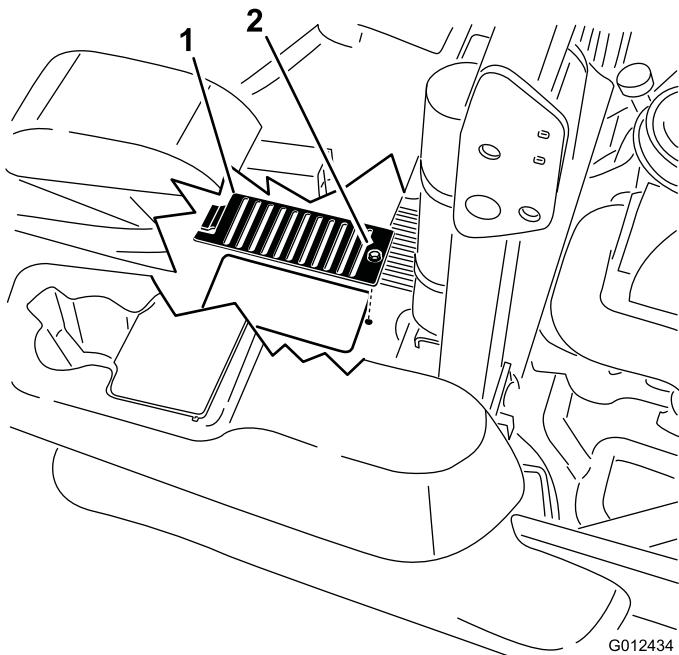

Figura 71
6. Togliete il coperchietto e il relativo bullone sopra ogni asta di livello. Pulite l'area attorno a ogni asta di livello e all'unità idraulica (Figura 71).